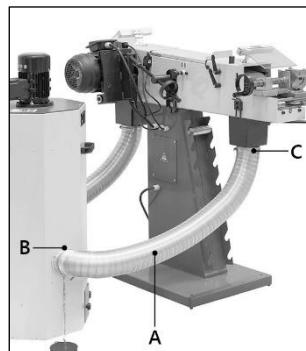

Рисунок 2.
- Подсоедините металлический шланг **A** (рис. 2) к вашему станку и к входному патрубку **B** вытяжной установки при помощи хомутов **C**.